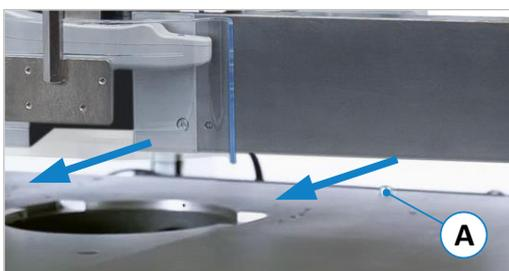
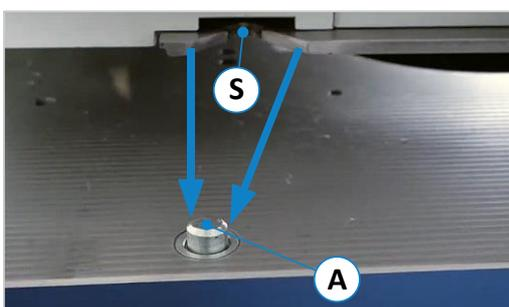

Abbildung 28: Mittig über Frässpindel bewegen
Abbildung 29: Öffnung an Arretierbolzen ausrichten
- Bewegen Sie den Anschlag mithilfe einer zweiten Person, mit einem geeigneten Hebezeug oder mit der optionalen Wegschwenkvorrichtung über den Maschinentisch, so dass er sich ungefähr mittig über der Frässpindel befindet (⇒ Abbildung 28).
- Stellen Sie sich nun auf die Maschinenrückseite und ziehen den Anschlag mit der Schwalbenschwanz-Führung (S) so nahe wie möglich gegen den Arretierbolzen (A).
- Den Anschlag nun absetzen und den Rest von Hand so verschieben, dass der Arretierbolzen (A) sicher in der Aufnahme (S) einrastet (⇒ Abbildung 29).